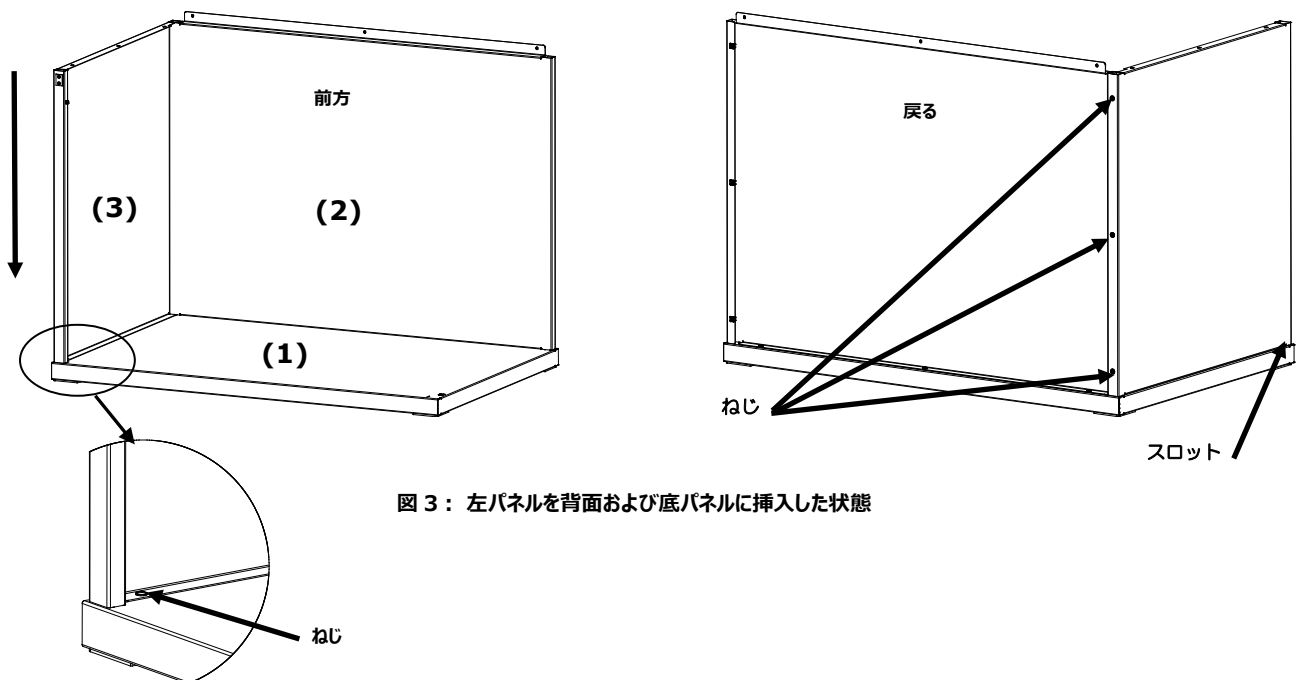

図 3：左パネルを背面および底パネルに挿入した状態
3. 背面パネル (2) を押さえながら、左パネル (3) の滑らかな面を、背面パネル (2) の上部端の上にセットします。
4. 左パネル (3) 前方のタブが底パネル (1) に挿入するまで、左パネル (3) を下向きにインタロックチャネルにそってスライドします。図 3 の様に、左パネル (3) を底パネルと背面パネルに 4 本のねじで固定します。